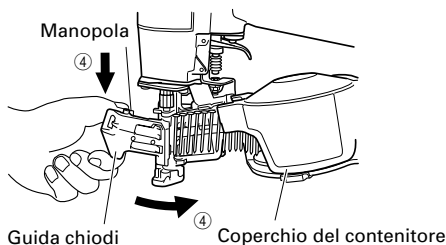

Fig. 5
- ④ Tirare i chiodi verso destra. Dopo aver controllato che il coperchio del contenitore sia chiuso, agganciare con le dita la guida chiodi e la manopola, girare la guida chiodi in senso orario spingendo in basso la manopola e quindi chiudere completamente la guida chiodi. (Fig.5)